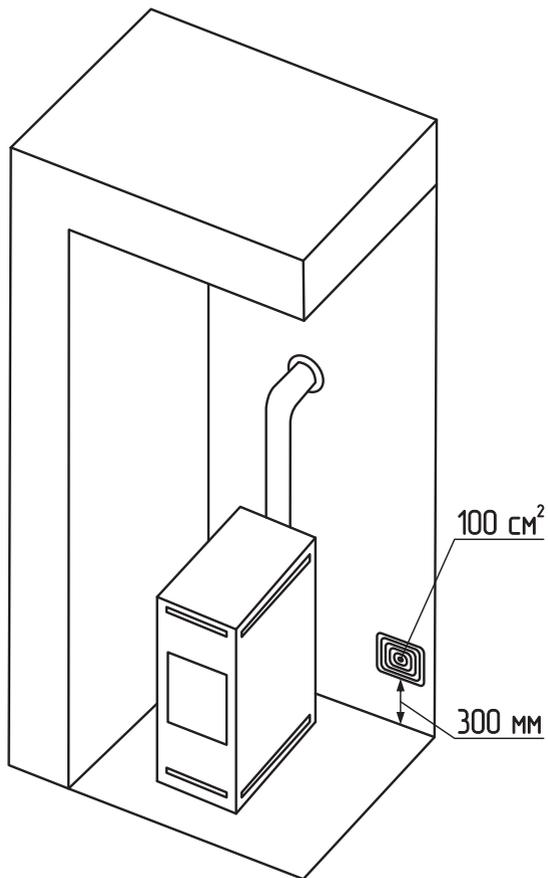

Рис.3 Расположение приточной вентиляции
- Вентиляция может быть организована как в виде вентиляционного отверстия в стене **Рис.3**, так и при помощи вентиляционных каналов. Воздух должен поступать через вентиляционное отверстие непосредственно рядом с камином;